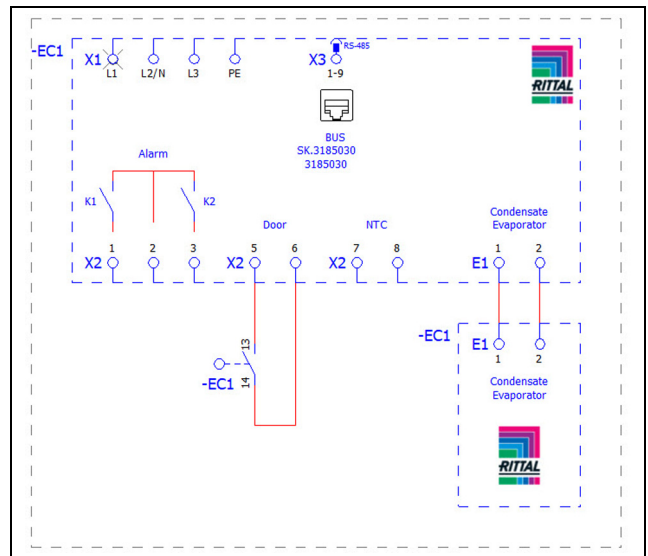
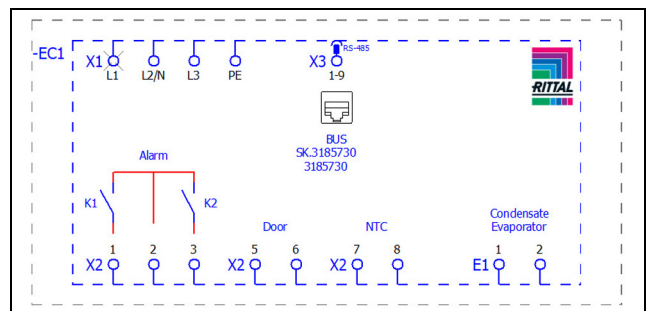

Abb. 16: Schaltplan 3185030
Abb. 17: Schaltplan 3185730
- Entnehmen Sie aus dem Versandbeutel den Netzstecker und stellen Sie gemäß der zugehörigen Anschlusskennzeichnung die Netzversorgung her (Abb. 16 bzw. Abb. 17).